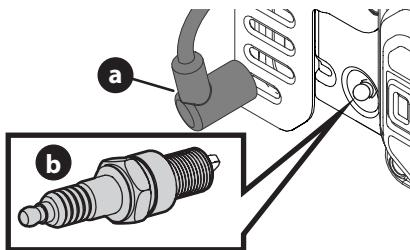

Figura 13
1. Retire la funda de bujía (a) y utilice una llave para bujías para extraer la bujía (b) (Figura 13).